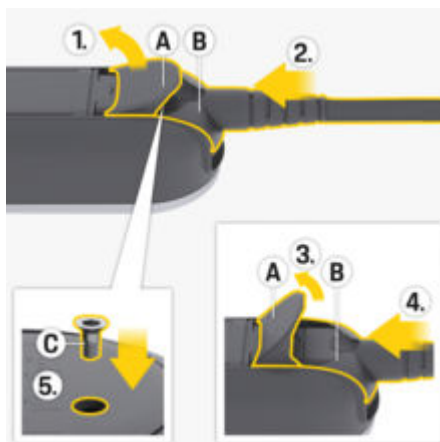

Fig. 68 Fissaggio del cavo e del connettore
1. Aprire lo sportello **A** (Fig. 68) di circa 15 gradi (solo di quanto necessario affinché il connettore **B** (Fig. 68) possa entrare nell'unità di comando).
2. Inserire il connettore **B** (Fig. 68) nell'unità di comando fino ad avvertire una prima resistenza.
3. Aprire completamente lo sportello **A** (Fig. 68).
4. Inserire completamente il connettore **B** (Fig. 68).
5. Chiudere completamente lo sportello **A** (Fig. 68) e serrare con la vite **C** (Fig. 68).